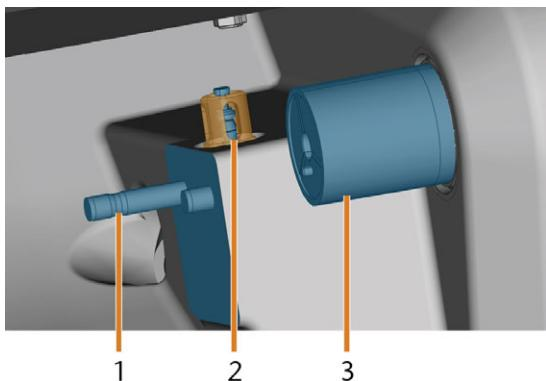

FIG. 67 SOPORTE DE ALMACENES DE HERRAMIENTAS, PALPADOR DE MEDICIÓN, PORTABLOQUES (DE COLOR AZUL)
4. Limpie el palpador de medición con el cepillo húmedo (Fig. 67 en la página siguiente):